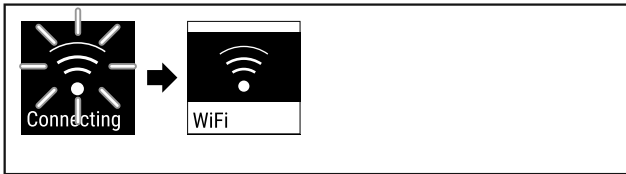

Fig. 85
- ▶ Conexiunea se stabilește (vezi Fig. 85).